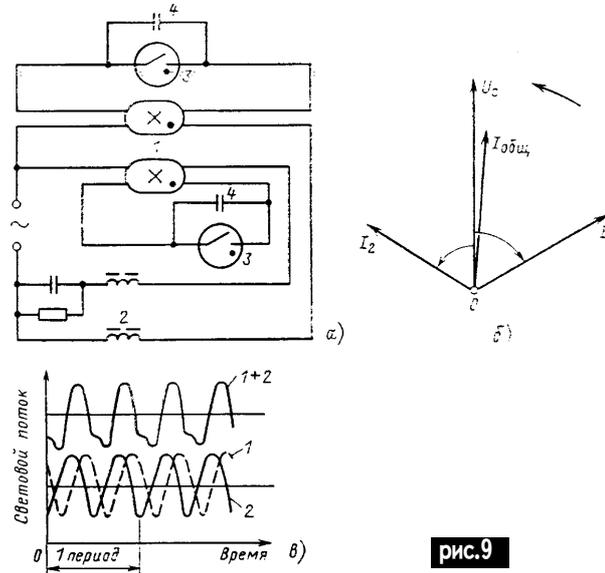

рис.9
Двухламповая схема включения. На рис.9 приведе-
на схема двухлампового пуско-регулирующего аппарата с расщепленной фазой, обеспечивающая высокий коэффициент мощности установки и уменьшение пульсаций суммарного светового потока ламп (рис.9,а - схема; рис.9,б - векторная диаграмма токов и напряжения сети; в - осциллограмма изменения световых потоков ламп (1) и (2) и суммарного потока (1+2)). Для того чтобы суммарный ток совпадал по фазе с напряжением сети, необходимо обеспечить в опережающей ветви сдвиг, равный сдвигу в отстающей, т.е. около 60°, при этом cos φ установки достигает значения 0,9...0,95, а глубина пульсаций общего потока уменьшается до 25%. Обычно сдвиг фаз лежит в пределах от 90 до 120°.